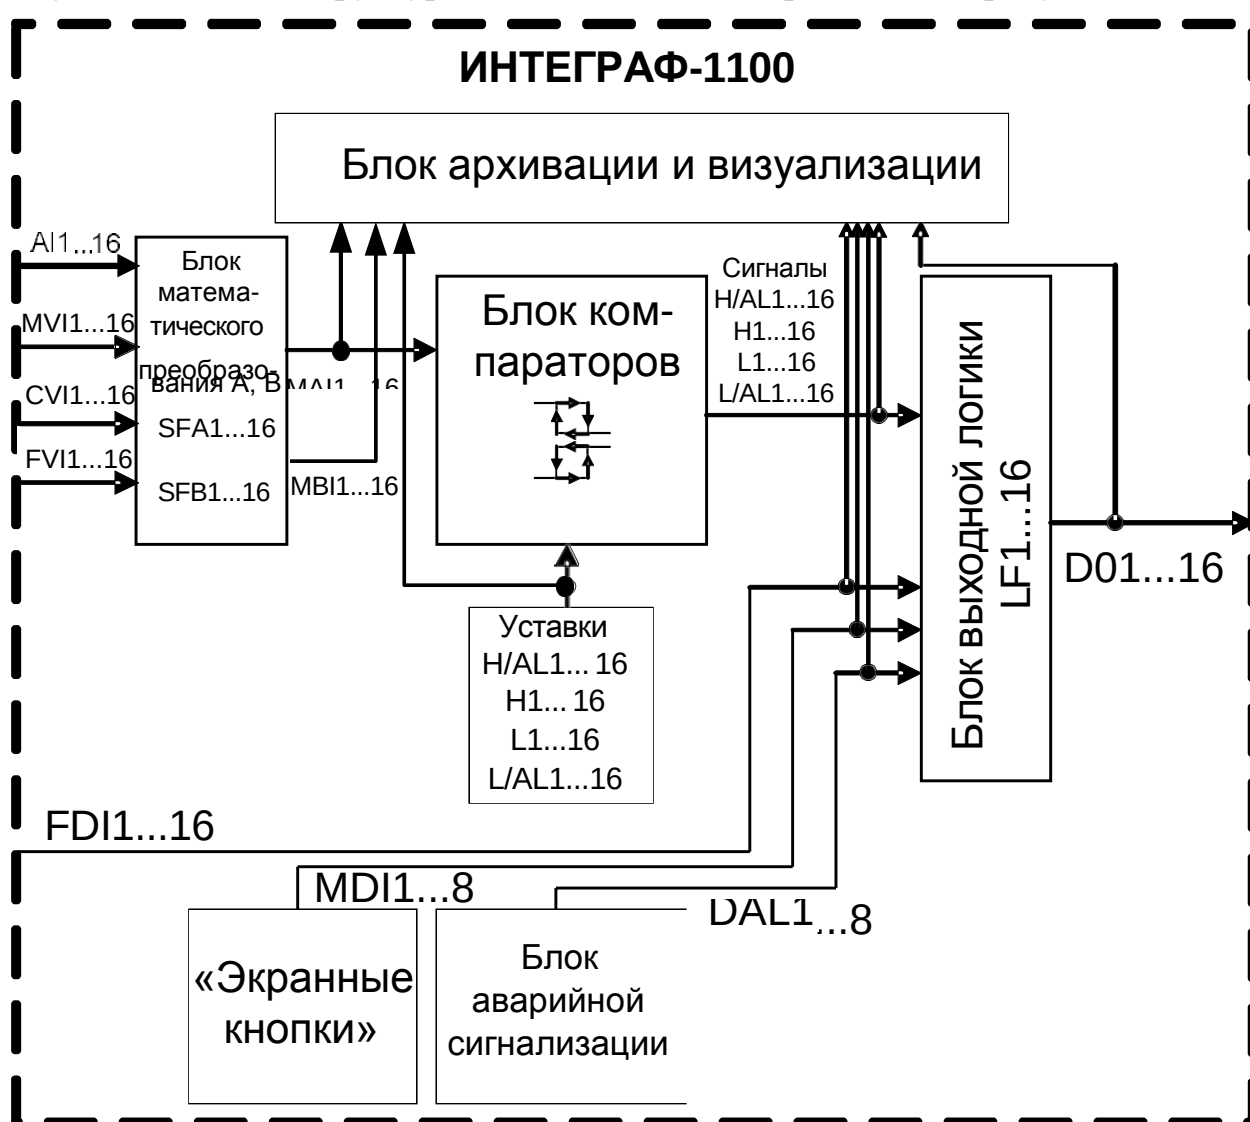

Рисунок 2 – Функциональная структура ИВК ИНТЕГРАФ-1100
Значения аналоговых сигналов (MV), сигналов тахометров (FV), счётчиков (CV) подвергаются математической обработке и преобразуются в измеренные сигналы МА и МВ.(см. рисунок 2)